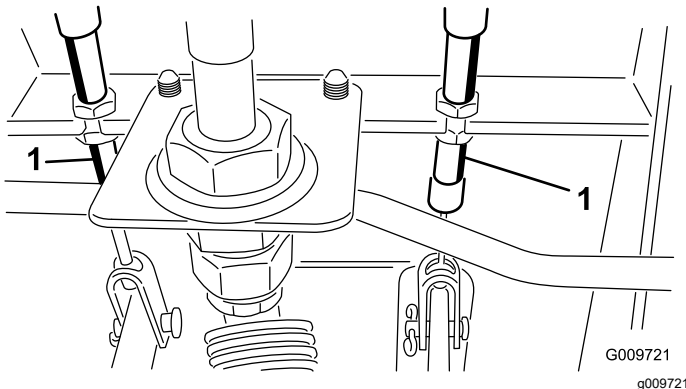

Figura 111
- A. Afloje la tuerca delantera del extremo roscado del cable de freno (Figura 111).